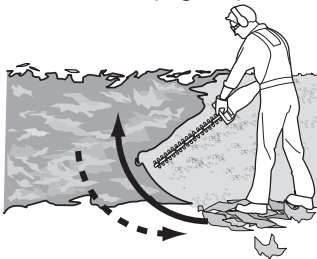

Fig. 9
2. Si es necesario, monte el barredor (1) en el dispositivo de corte (cuchilla) (13).
3. Asegúrese de que el mango trasero (8) esté fijado en una de las cinco posiciones de predefinición.
5. Sujete siempre el producto con ambas manos por el mango delantero (4) y el mango trasero (8). No utilice nunca este producto con una sola mano.
7. Primero corte ambos lados desde abajo hacia arriba. Esto evitará que alguno de los recortes caiga en el camino de la zona que queda por cortar (Fig. 9).